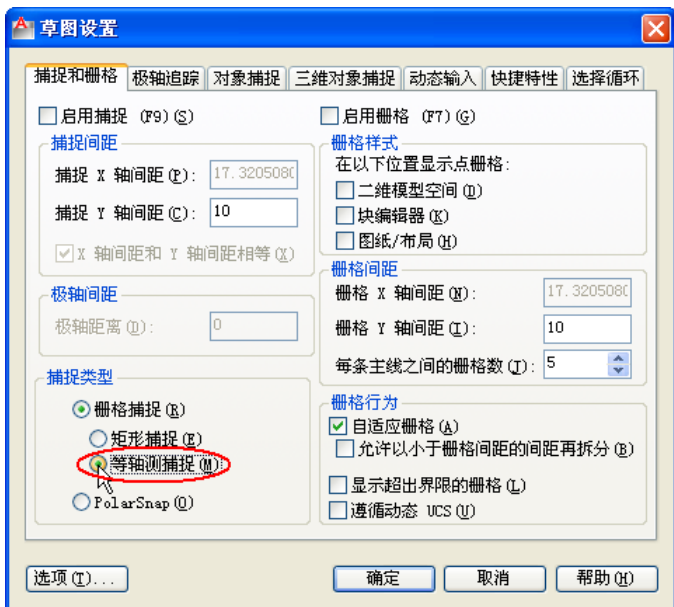

图 8-106 启用“等轴测捕捉”模式
(1) 新建图形文件。单击“快速访问”工具栏中的“新建”按钮，或者使用“文件”菜单中的“新建”命令，创建一个新图形文件，该图形文件以“Acadiso.dwt”为样板，“Acadiso.dwt”为 AutoCAD 2012 自带的样板文件。在该范例中使用“AutoCAD 经典”工作空间。
(2) 启用等轴测捕捉模式。在主菜单中选择“工具”→“绘图设置”命令，打开“草图设置”对话框。切换到“捕捉和栅格”选项卡，在“捕捉类型”选项组中选中“等轴测捕捉”单选按钮，如图 8-106 所示。